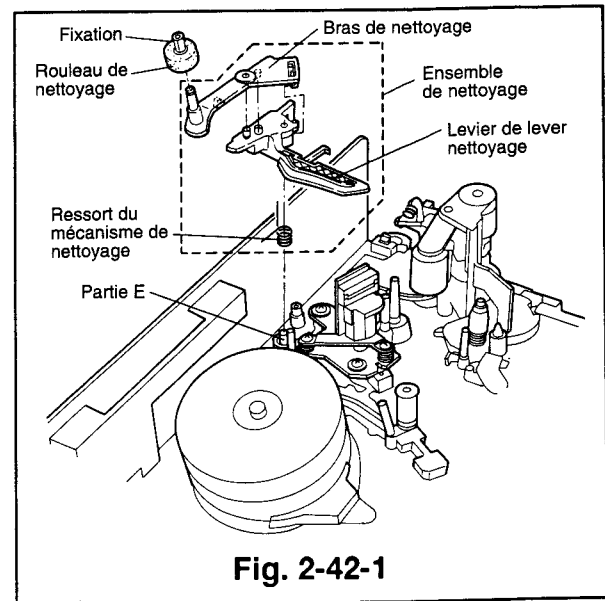
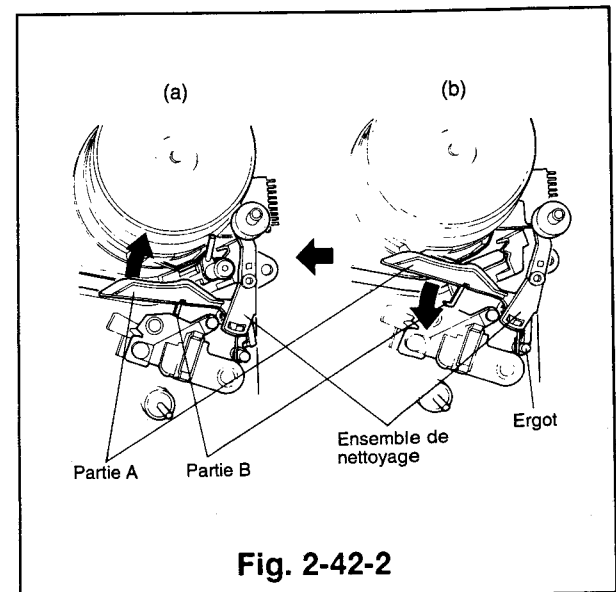

Fig. 2-42-1
Fig. 2-42-2
- 2) Défaire la fixation pour déposer le rouleau de nettoyage. (Voir la Fig. 2-42-1)
- 3) Tourner la partie A de l'assemblage de nettoyage dans le sens horaire, comme illustré dans la Fig. 2-42-2, pour libérer la fixation de la partie B, Figs. 2-42-2 et 2-42-3(c). Libérer la fixation de la partie E et ôter l'assemblage de nettoyage de son axe.
- 3) Placer l'assemblage de nettoyage dans la position illustrée dans la Fig. 2-42-1, et dans le sens indiqué dans la Fig. 2-42-2(b). Tourner la partie A, illustrée dans la Fig. 2-42-2, dans le sens anti-horaire pour ajuster la partie B sous le plateau C/A de l'assemblage de la tête C/A. S'assurer que le ressort s'accroche à l'ergot du plateau principal qui est illustré dans la Fig. 2-42-2. Faire glisser la partie A dans le sens indiqué par la flèche et puis la libérer afin de s'assurer qu'elle revient librement.
- 4) Remonter le rouleau de nettoyage en l'insérant comme indiqué dans la Fig. 2-42-1.